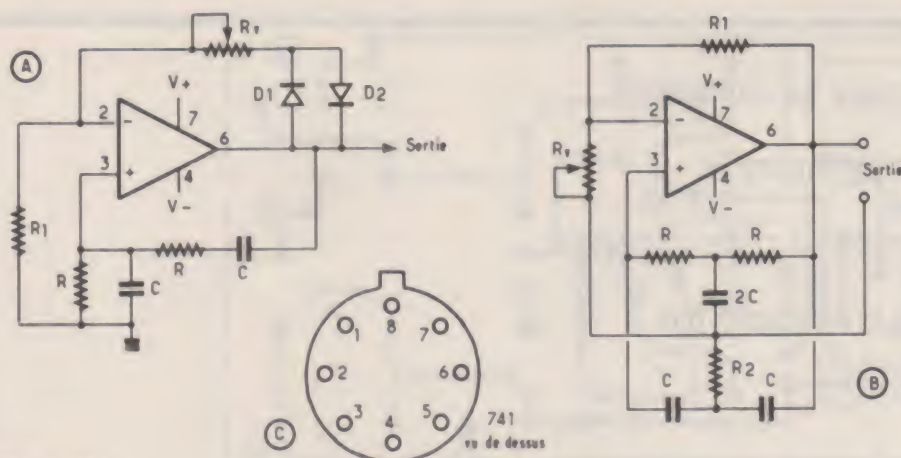

Figure 11
Voici d'abord, à la **figure 11**, en (A), un oscillateur en pont de Wien, sur laquelle on identifie aisément, les réseaux série et parallèle RC.